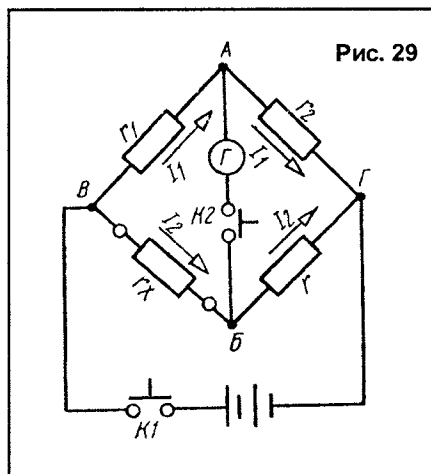

Рис. 29
– устройство для измерения величины электрического сопротивления. Состоит (рис. 29) из трех плеч (магазинов сопротивлений r_1 , r_2 и r), которые вместе с четвертым плечом (измеряемым сопротивлением r_x) образуют замкнутый контур АГБВ. К точкам ВГ присоединяется источник питания, а к АБ – гальванометр. Регулировкой сопротивлений r_1 , r_2 и r создается нулевое отклонение гальванометра (уравновешивание моста). В этом случае потенциалы точек А и Б одинаковы и поэтому $U_{BA} = U_{ББ}$ и $U_{AG} = U_{БГ}$ или $I_1 r_1 = I_2 r_x$ и $I_1 r_2 = I_2 r$. Разделив одно равенство на другое, получим